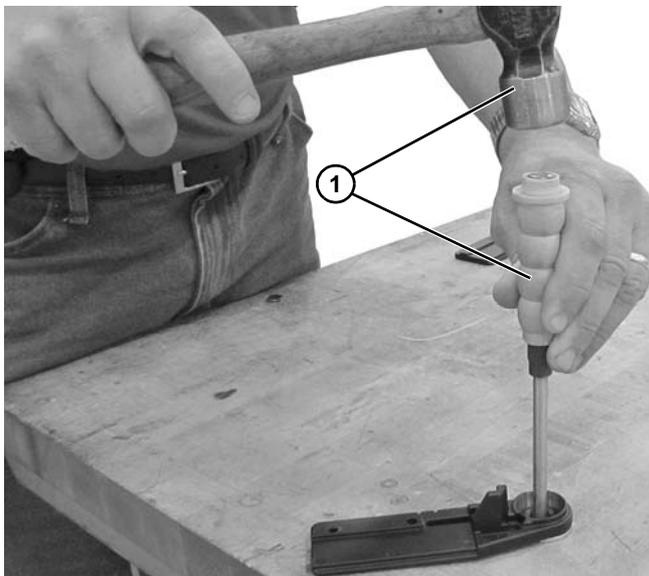

Figure 69
3. À l'aide d'un marteau et d'un poinçon (6 mm - 13 mm de diamètre) (**Figure 69, élément 1**) ou d'une longue tige éjecter le pion (**Figure 73, élément 1**) de l'axe soutenant la plaque arrière avec la rondelle.